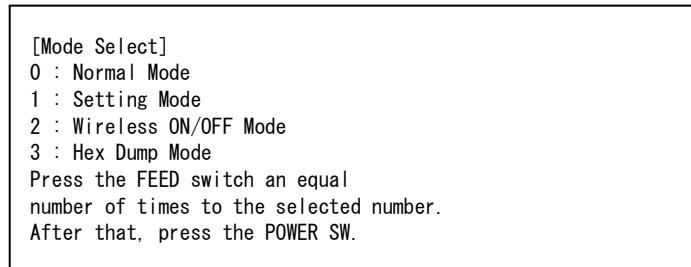

図 10-3 モード選択メッセージ (Bluetooth搭載モデル)
- ③ テスト印字が終了すると、図 10-3のモード選択のメッセージが印字されます。